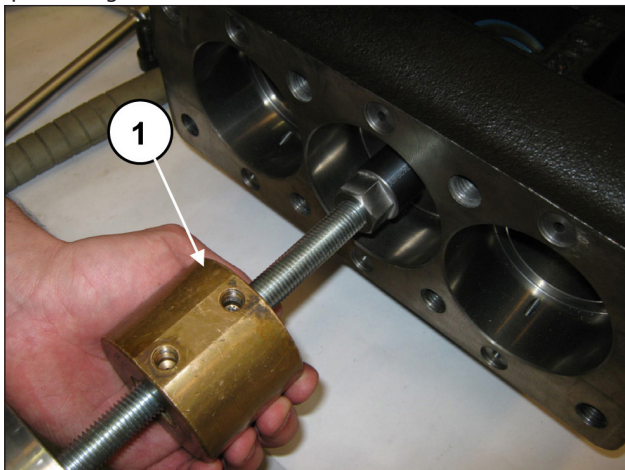

Fig. 36
Estrarre il paraolio utilizzando la massa battente dell'attrezzo (pos. ①, Fig. 36).